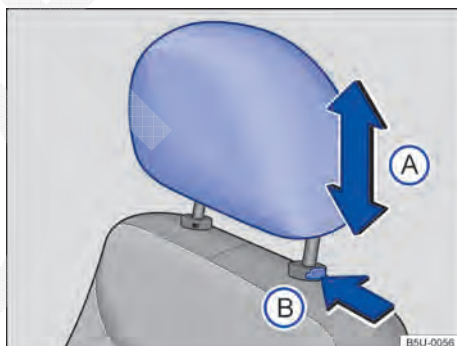

Fig. 67 Ajustar o apoio para cabeça dianteiro.
- Empurrar o apoio para cabeça para cima ou para baixo na direção da seta → Fig. 67 (A) → ▲ em *Introdução ao tema* na página 78.